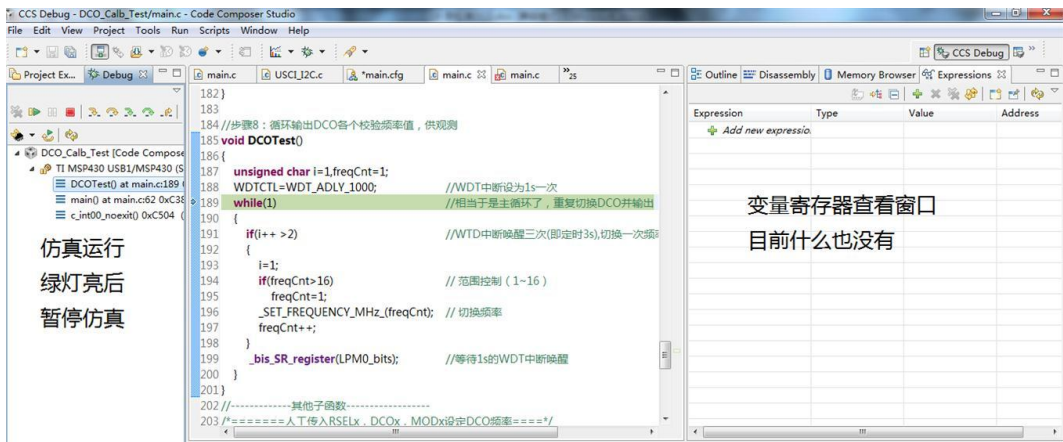

图 22.10 仿真运行一段时间后暂停
- 1) Debugger 仿真运行一段时间，直到 G2 板上的绿灯亮起，表明校验完成，如图 22.10 所示。